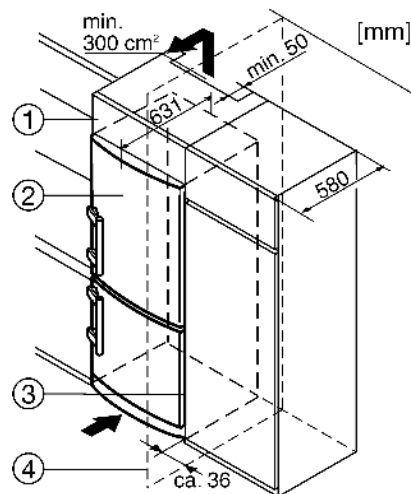

Fig. 9
- (1) Дополнительный шкафчик
- (2) Устройство
- (3) Кухонный шкаф
- (4) Стенка
Устройство может быть окружено предметами кухонной обстановки. Чтобы уравнять устройство Fig. 9 (2) по высоте с кухонной стенкой, можно установить над устройством соответствующий дополнительный шкафчик Fig. 9 (1).
При комбинировании с обычными кухонными шкафами (глубина макс. 580 мм) устройство можно установить непосредственно рядом с кухонным шкафом Fig. 9 (3). Дверца устройства выступает по сторонам на 34 мм и по центру устройства на 50 мм относительно передней стенки кухонного шкафа. Поэтому ее можно свободно открывать и закрывать.
Если устройство установлено на шарнирах у стены Fig. 9 (4), то расстояние между устройством и стеной должно быть не менее 36 мм. Настолько выступает ручка при открытой дверце.